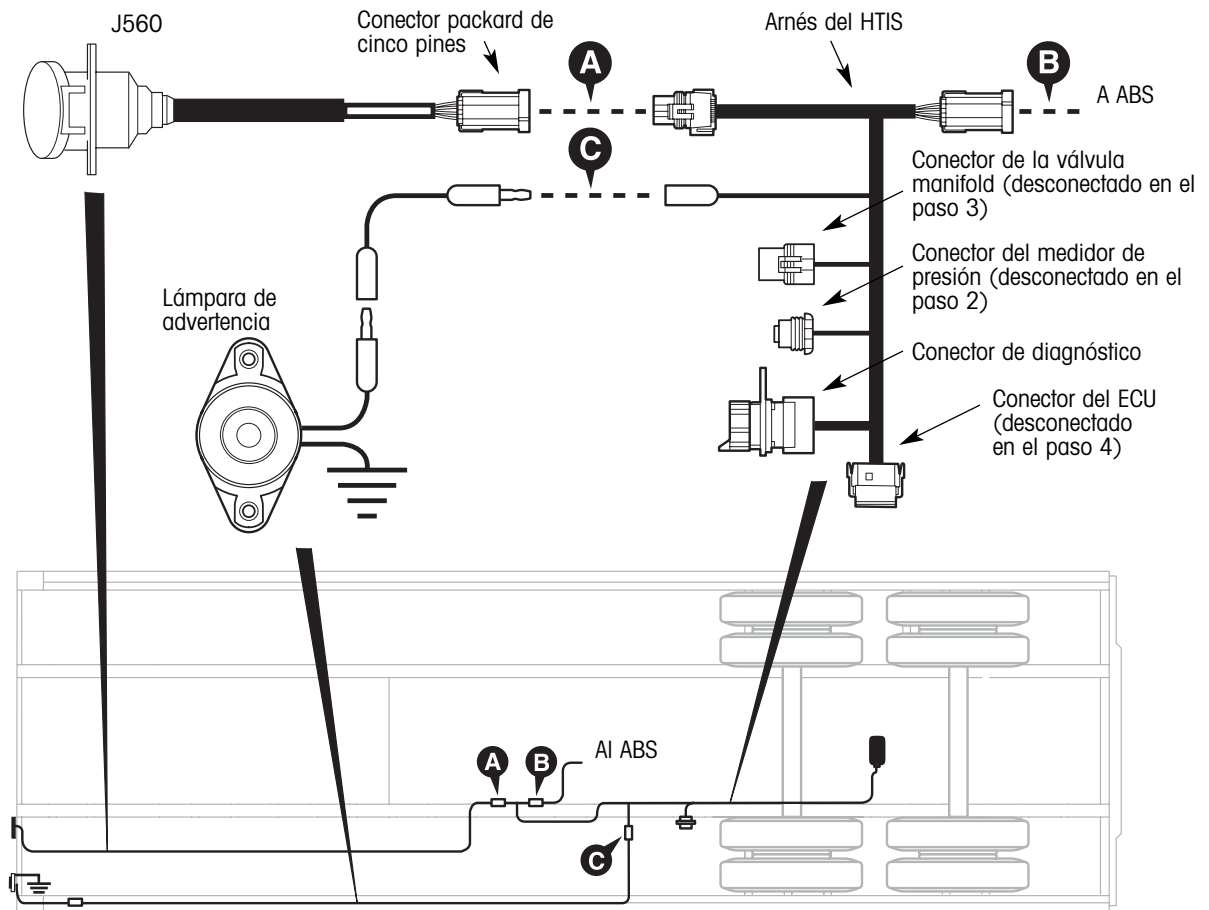

Figura 2. Desconectando el arnes del HTIS existente
9. Desconecte el conector de corriente del arnés del conector Packard de cinco pines en la interfase J560 (A, figura 2), desconecte el conector Packard de cinco pines del arnés del ABS (B, figura 2) y desconecte el cable de corriente de la lámpara de advertencia del arnés del HTIS (C, figura 2). El arnés del HTIS existente (figura 2) puede dejarse en su lugar en el remolque o removerse. Si usted decide dejar el arnés del HTIS existente, átelo y asegúrelo ó corte y remueva los extremos sueltos del conector.